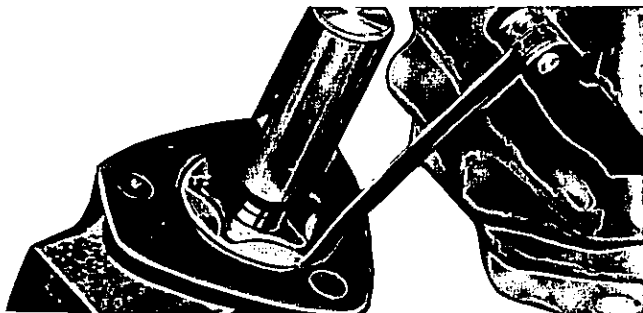

Fig. 95 - Controllo del gioco tra il rotore esterno e la relativa sede nel corpo pompa, mediante lo spessore 5.9030.270.0.
- Controllare il gioco esistente tra il rotore esterno e la propria sede nel corpo della pompa, mediante lo spessore 5.9030.270.0 (Fig. 95); il gioco non deve essere superiore a quello riportato nelle tabelle; in caso contrario sarà opportuno procedere alla sostituzione dei rotori o, se necessario, del corpo pompa.